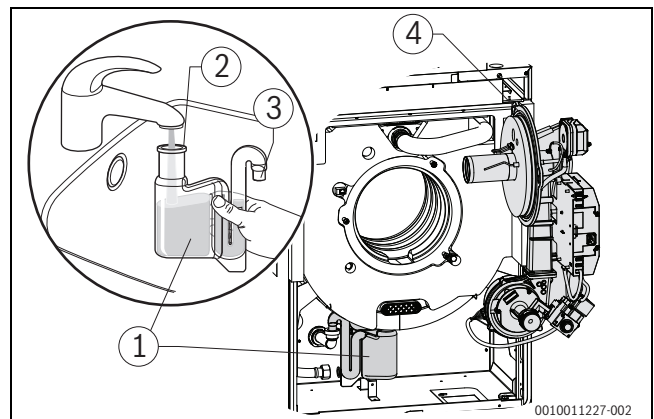

Bild 60 Siphon reinigen
- ▶ Vor Brennermontage den richtigen Sitz des O-Rings (→ Bild 60, Seite 38) überprüfen und ggf. korrigieren.